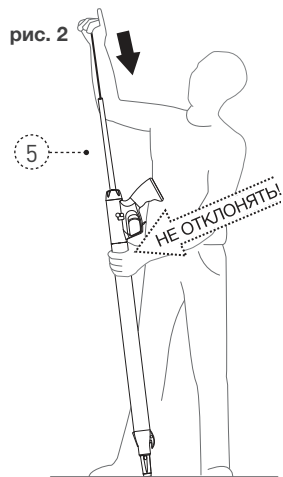

рис. 2
### 5. РЕСИВЕР ВЫСОКОГО ДАВЛЕНИЯ И ПРЕДВАРИТЕЛЬНАЯ НАКАЧКА (рис. 2, 3)
Ружьё накачано воздухом высокого давления, которое может быть скорректировано вручную. Для изменения этого давления нужно использовать соответствующий ручной насос (5), который должен быть подсоединен к клапану (6) посредством резьбового соединения. Перед этим шагом необходимо открутить винты защитной заглушки (7) клапана специальным шестигранником, прилагаемым к ружью. Вкрутите насос по резьбе до конца, не прилагая чрезмерного усилия. Внимательно следите за тем, чтобы не отклонять ружье и насос в сторону в процессе закачки (рис. 2).